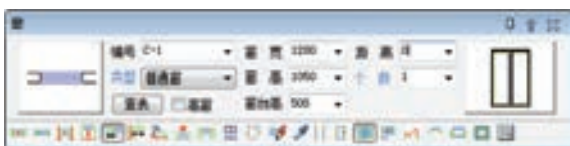

图 14-22 “窗”对话框
8) 调用“门窗”命令, 在弹出的“门”对话框中单击“插窗”按钮; 在“窗”对话框中设置 C-1 的参数, 结果如图 14-22 所示。